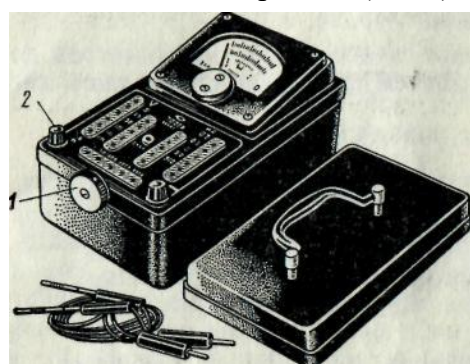

Рис.4
4. *Авометр* (рис. 4)—прибор, предназначенный для измерения силы тока, напряжений, сопротивлений. Он имеет три шкалы. Одна из них — верхняя — шкала омметра.
2) переключатель 1 (см. рис. 4) установить так, чтобы его указатель (белая точка) был расположен против обозначения «Ω»